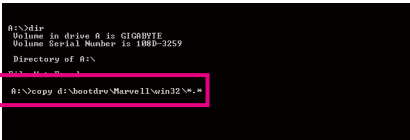

图3
- 若要复制Marvell 9128控制器的驱动程序，请输入(图3): (注三)